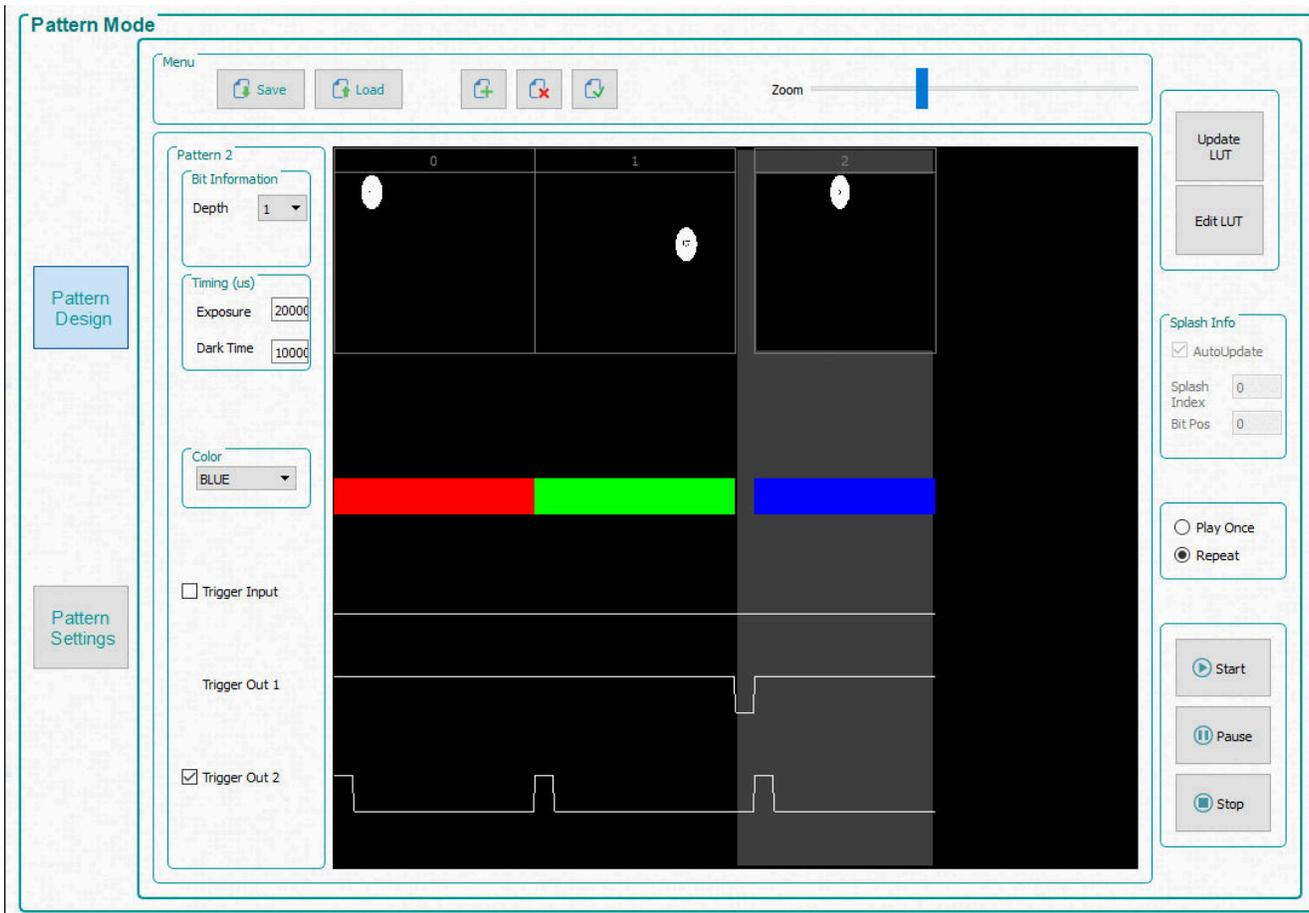

図 5-2. 単純な 3 パターンのシーケンス
次の 3 つの手順では、選択したパターンが、明るい灰色の選択領域で示されます。図 5-2 を参照してください。この図は、3 番目のパターン (パターン 2) を選択した状態です。
5. 3 番目のパターン (パターン 2) を選択し、ビット深度 1 を選択します。露出を 200000 $\mu$ s に、ダークタイムを 100000 $\mu$ s に設定して、カラーの「青色」を選択します。パターンシーケンスを、図 5-2 に示します。